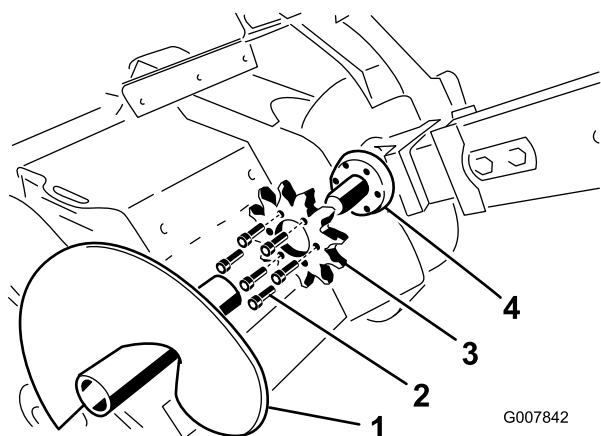

Рисунок 61
- Снимите отвальный шнек (Рисунок 61).
- Отверните 6 болтов, которые крепят ведущую звездочку (Рисунок 61).
- Снимите и удалите в отходы ведущую звездочку (Рисунок 61).
- Очистите посадочную поверхность звездочки на траншеекопателе (Рисунок 61).
- Насадите на вал новую звездочку (Рисунок 61).
- Вверните вручную в звездочку 6 болтов (Рисунок 61).